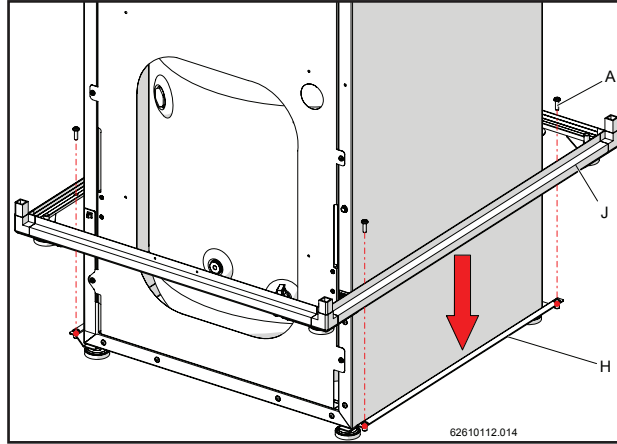
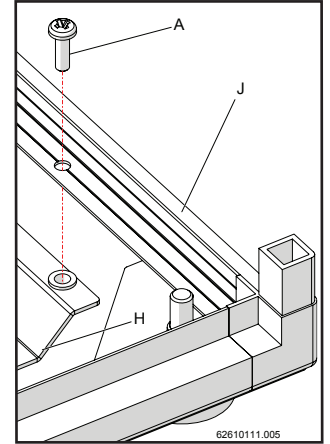

Figura 12-5
Figura 12-6
- 3.- Inserire il telaio inferiore "J" (figura 12-5) e fissarlo alla staffa "H" con le apposite viti "A" in corrispondenza dei fori presenti (figura 12-6).